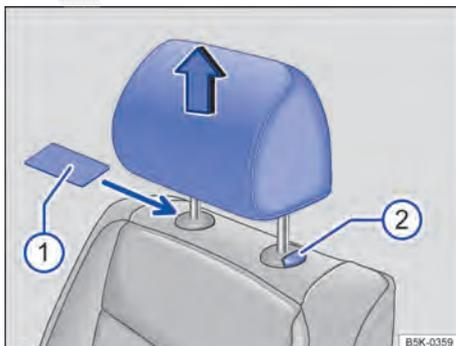

Fig. 56 Desinstalar o apoio para cabeça dianteiro.
- Se necessário, empurrar um objeto plano, por exemplo, um cartão de plástico, entre o revestimento do encosto do banco e a capa de cobertura da barra guia do apoio para cabeça → Fig. 56 ① para destravar.
- Retirar o apoio para cabeça com o botão ② pressionado.